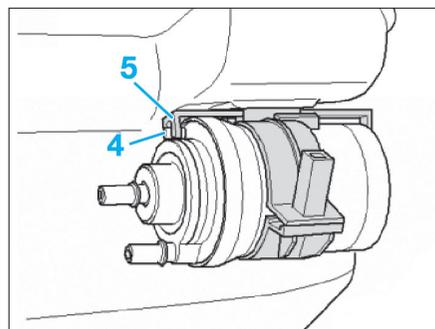

Fig. 51
- L'ergot (4) du filtre doit s'engager dans l'ouverture du support de filtre (5) (Fig.51).